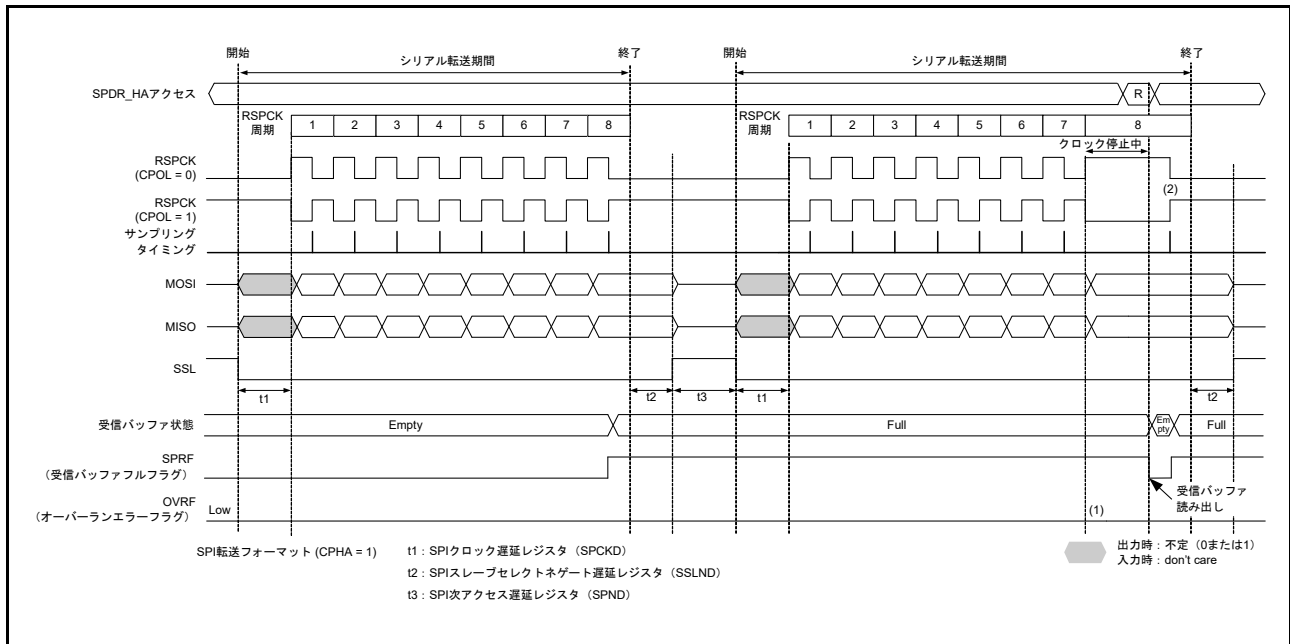
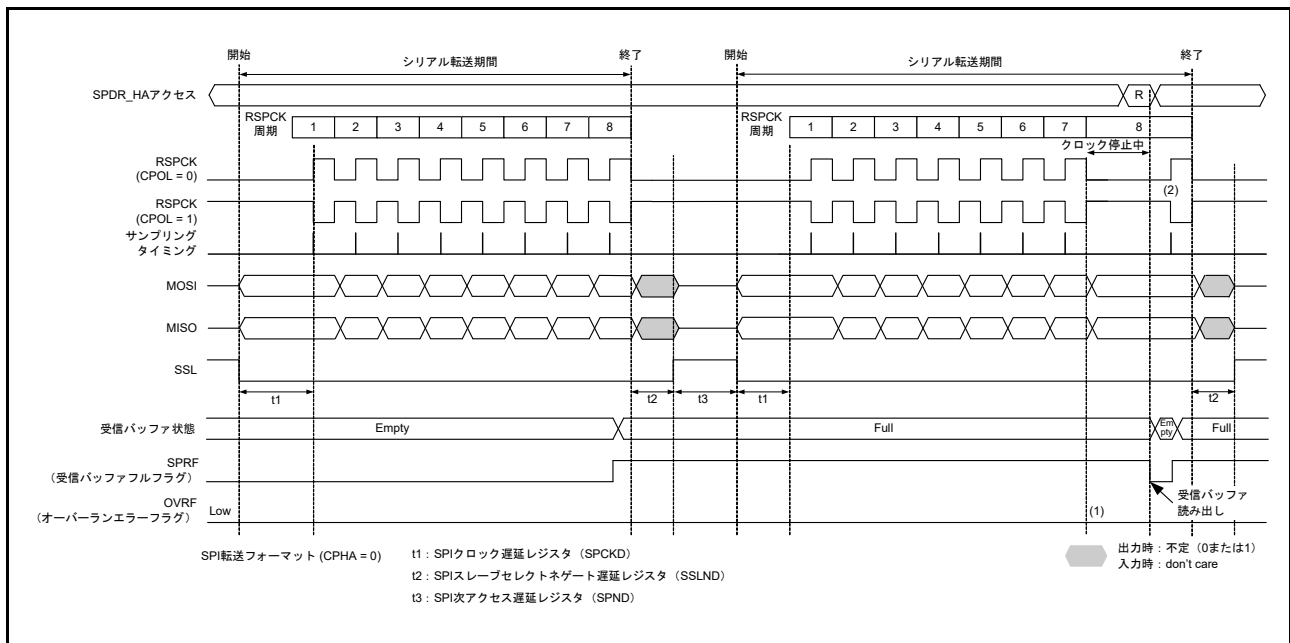

図 32.33 マスタモードの受信バッファフル状態でシリアル転送が継続するときのクロック停止波形 (CPHA = 1)
図 32.34 マスタモードの受信バッファフル状態でシリアル転送が継続するときのクロック停止波形 (CPHA = 0)
マスタモードで RSPCK 自動停止機能を有効にした場合は、オーバーランエラーが発生しません。図 32.33、図 32.34 にマスタモードの受信バッファフル状態でシリアル転送が継続するときのクロック停止波形を示します。
以下に、図 32.33 および図 32.34 の (1)、(2) に示したタイミングでのフラグ動作を説明します。
- (1) 受信バッファフルの場合は、RSPCK クロックが停止するためオーバーランエラーは発生しません。
- (2) クロック停止中に SPDR_HA レジスタを読み出すと、受信バッファのデータが読み出せます。受信バッファの読み出し後 (SPSR.SPRF フラグが 0 にされた後)、RSPCK クロックが再開します。